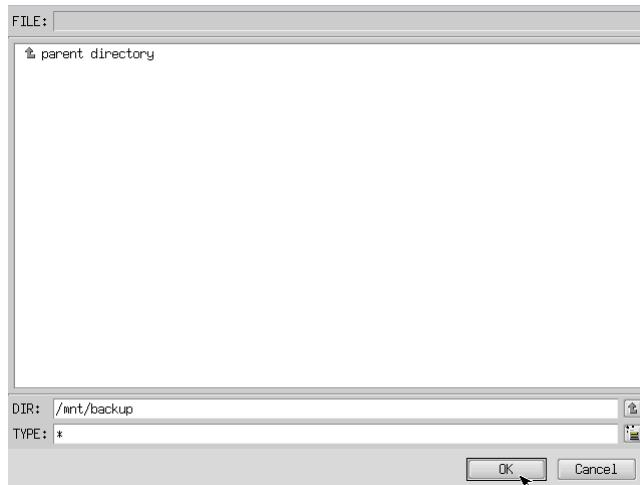

図5-3-4. フォルダ参照画面
- ⑧ フォルダ参照画面（図5-3-4）が表示されます。②で接続したパーティションは、/mntにマウントされますので、/mnt以下のフォルダを選択してください。[OK]を押すとフォルダ選択画面にもどります。